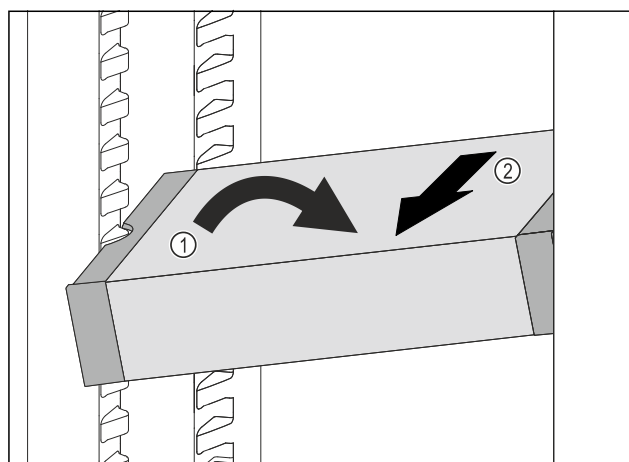

Fig. 210
- ▶ VarioSafe im Kühlteil schräg stellen. Fig. 210 (1)
- ▶ VarioSafe nach vorne entnehmen. Fig. 210 (2)